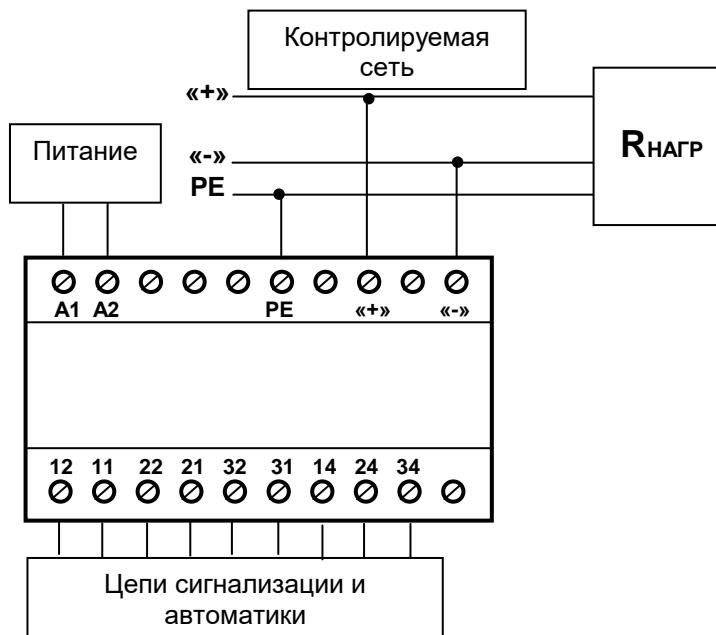

Рис.1. Типовая схема подключения реле «РКИ-2-300-02»
4.3. Произвести подключение реле «РКИ-2-300-02» согласно маркировке (рис.1.): «-» – «минусовой» провод контролируемой сети; «+» – «плюсовой» провод контролируемой сети; PE – заземленный корпус оборудования;